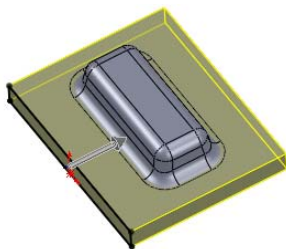

图 8-22 完全贯通切除
(7) 单击“特征”工具栏中的“拉伸切除”按钮, 或执行“插入”→“切除”→“拉伸”菜单命令, 在弹出“切除拉伸”属性管理器中“终止条件”一栏中选择“完全贯穿”, 然后单击“确定”按钮, 结果如图 8-22 所示。